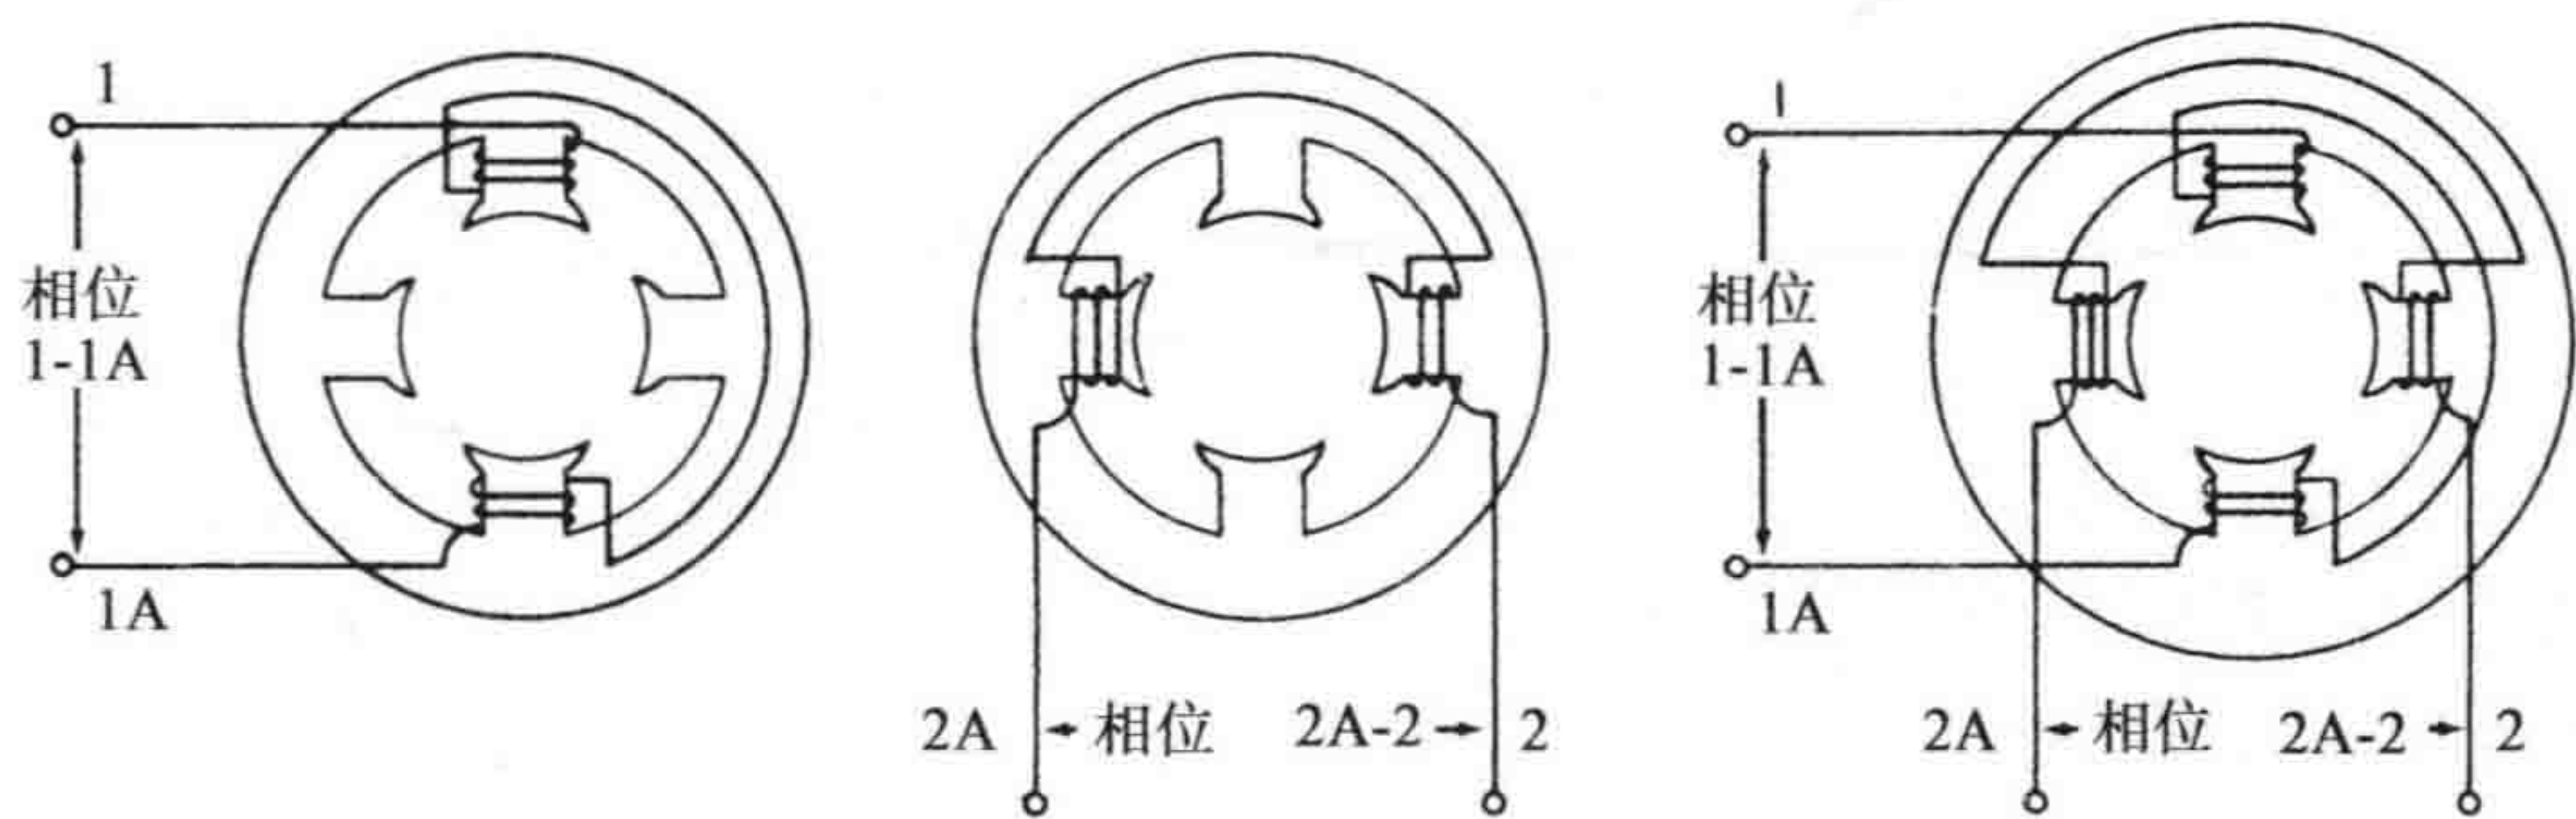
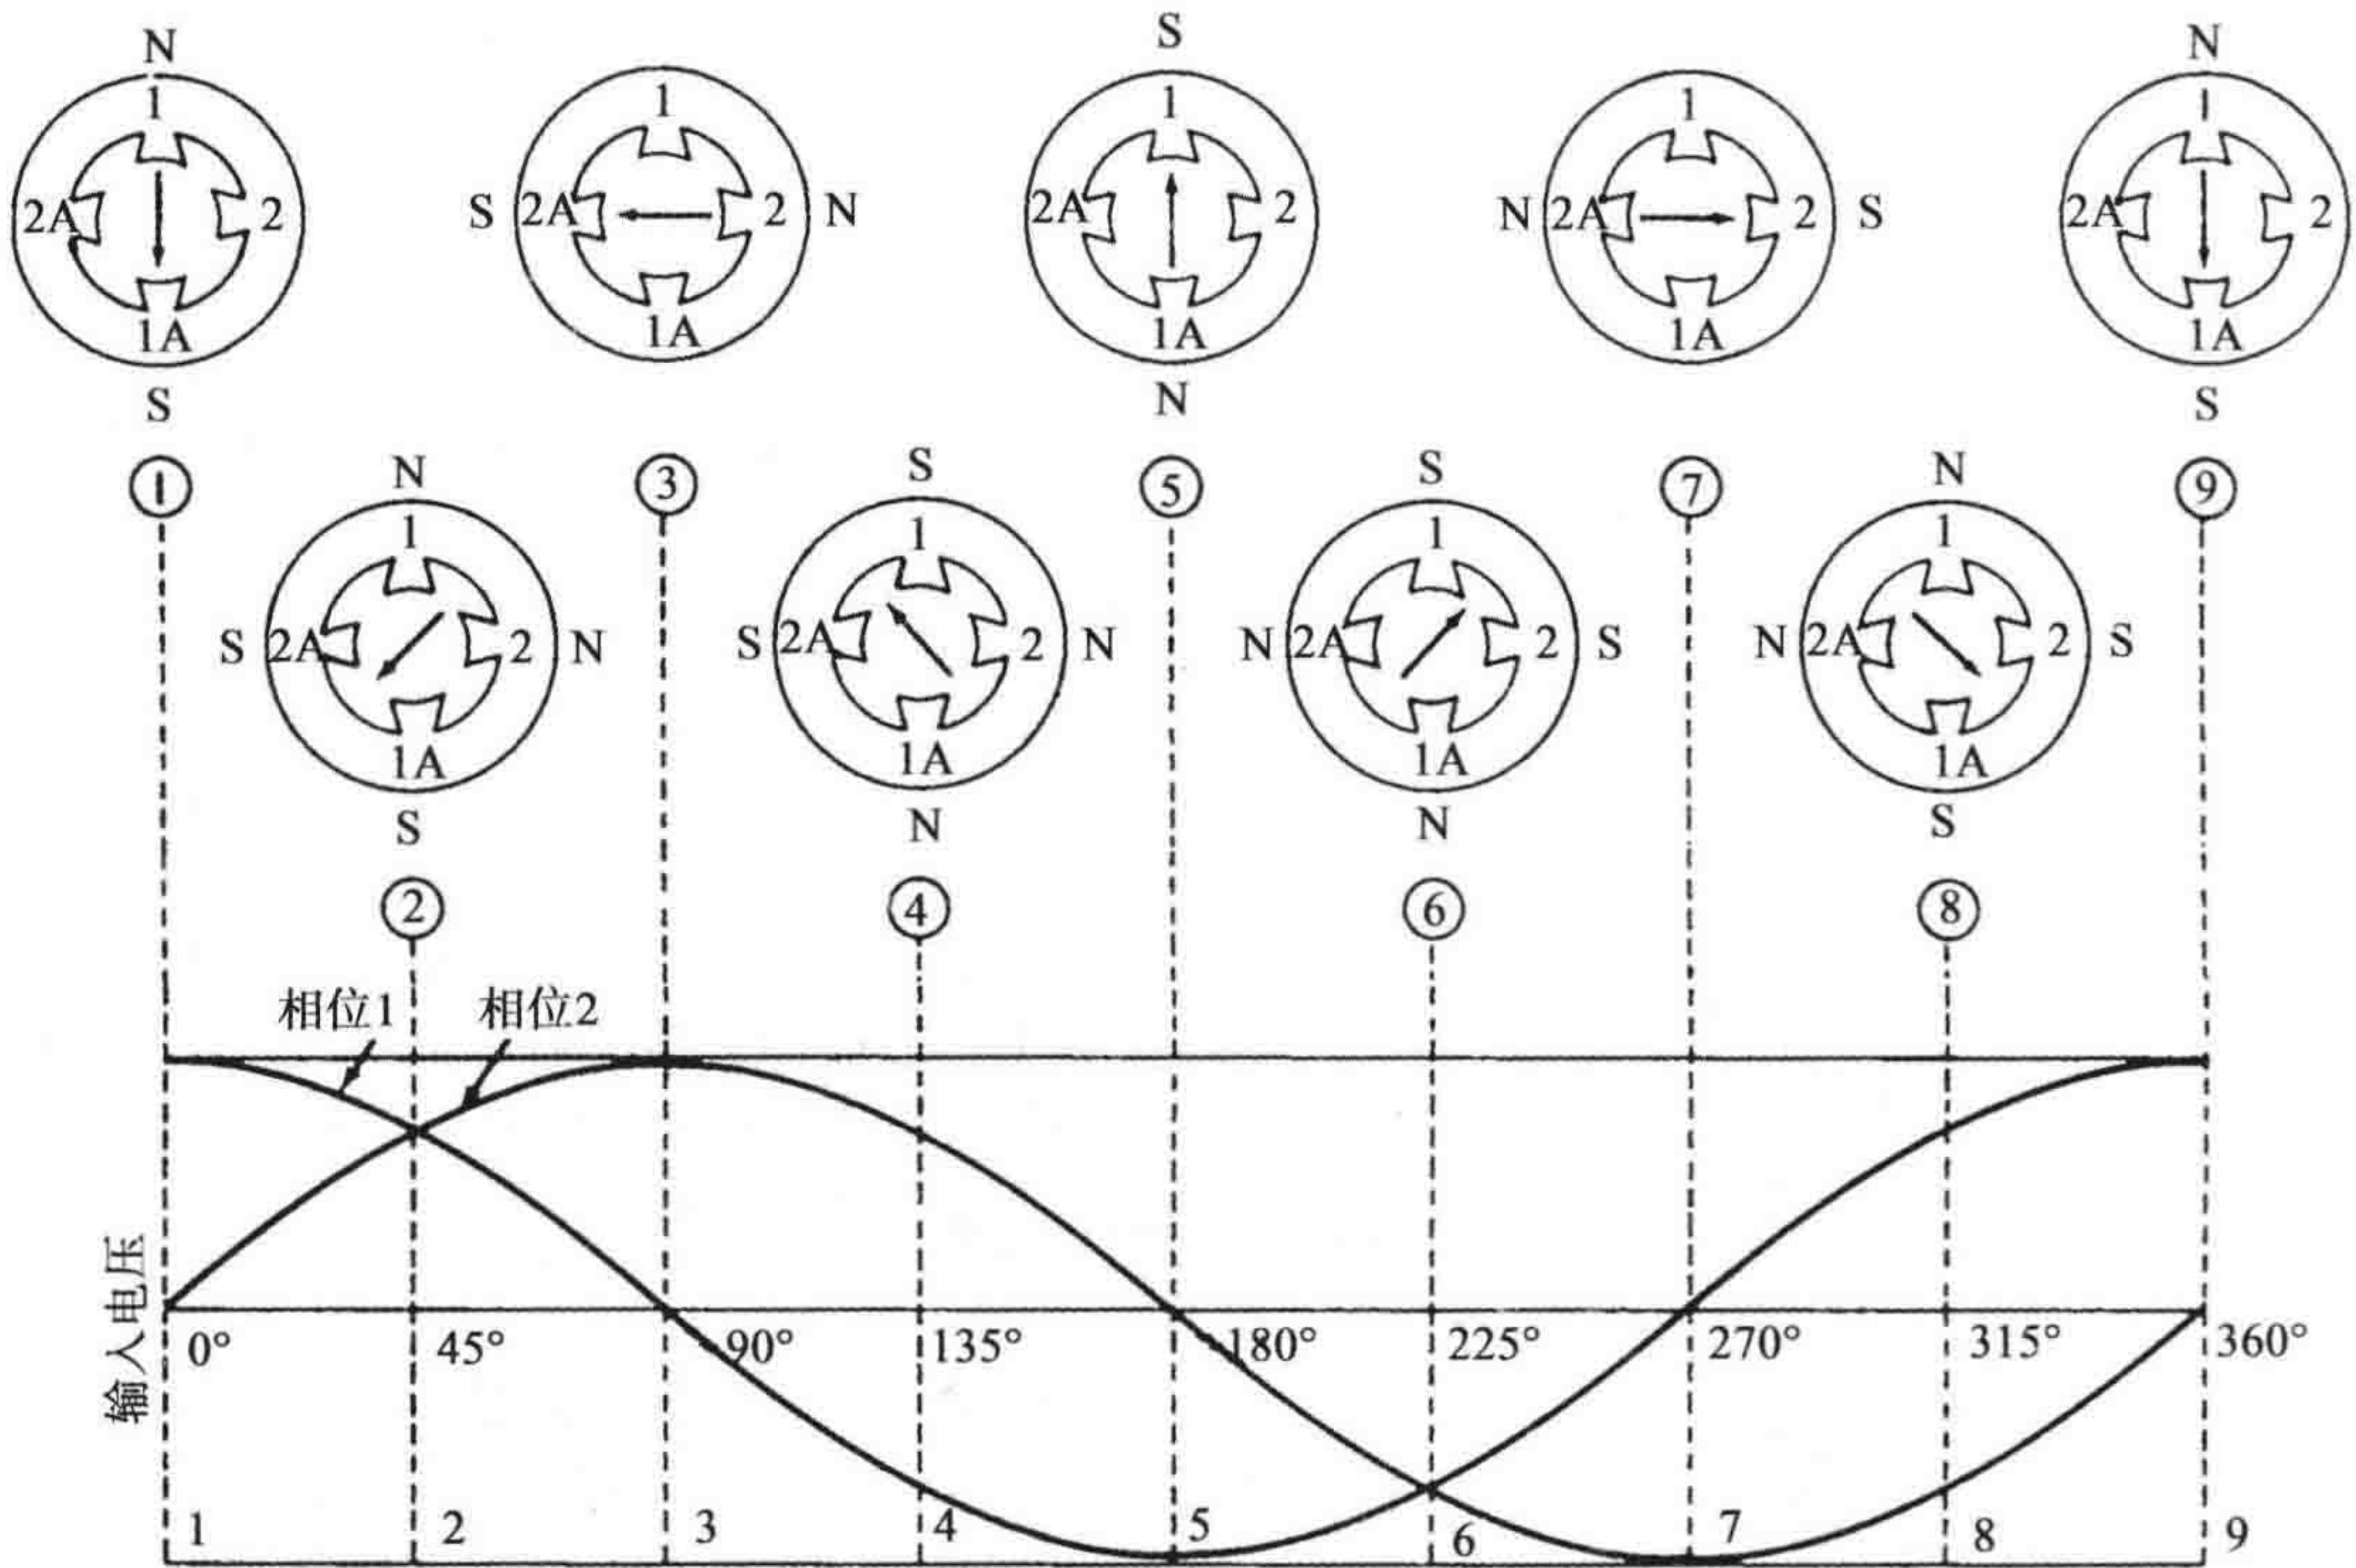

图 8-12 两相电动机的定子
图 8-13 两相旋转磁场
两相定子最容易显示旋转磁场。两相感应电动机的定子由两（或者是 2 的倍数）个绕组组成，每个绕组在定子上彼此垂直（见图 8-12）。注意加到相 1-1A 和相 2-2A 上的电压相位差为 90°，也就是说，绕组中的电流彼此相差 90°。线圈中产生的磁场和它们相应的电流同相。两个磁场彼此间存在 90° 的相位差。这两个不同磁场相位的线圈轴线彼此垂直。它们也会在循环周期的每一刻相互叠加。
它们产生一个合成磁场，交流电每循环一周旋转磁场也变化一圈。分析两相定子的旋转磁场是怎样工作的，与理解所有交流电动机如何工作是同一种方式。图 8-13 显示了两相旋转磁场。看一下图上 9 个不同的位置，你将看到这两相中的每一相是怎样一步一步旋转的。
箭头代表转子，跟踪箭头方向能显示出转子的旋转是怎样完成的。图 8-13 中的图表显示出了每相的电压。电流的流动方向决定了每个极靴处的磁场极性。注意观察可以看到从一点到另一点，从一个极性到另一极性是按顺时针方向旋转的。输入电压的一个完整周期会使磁极极性旋转 360°。
将图 8-13 所示的波形施加到图 8-12 所示的绕组上。注意它们相差 90°。这意味一个处于最大值时，另一个处于最小值。现在仔细看看图 8-13 和位置 1，用①来表示。绕组 1-1A 中的电流和磁场都处于最大（因为相电压处于最大值），绕组 2-2A 中的电流和磁场为零（因